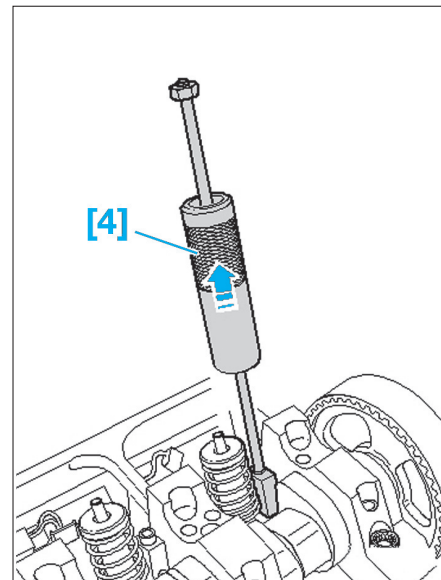

Fig. 33
- [4]. Dispositif d'extraction réf VW : T10055 (Fig.33)
- Mettre en place le dispositif d'extraction dans la fente latérale de l'injecteur-pompe, en lieu et place du bloc de serrage (Fig.33).